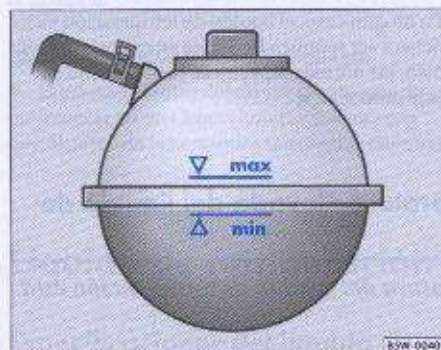

Fig. 112 Depósito de expansión del líquido de refrigeración
Verifique, con el motor frío, el nivel del líquido de refrigeración, fijándose para las marcas laterales "máx." y "mín." del depósito de expansión del líquido de refrigeración ⇒ fig. 112.
- Tenga el cuidado de completar el depósito en el máximo hasta la marca ⇒ fig. 112 "máx."
No sobrepase la marca ⇒ página 174, fig. 112 "máx." en el rellenado. Caso contrario, el líquido de refrigeración excedente es expulsado del sistema de refrigeración con el motor caliente.